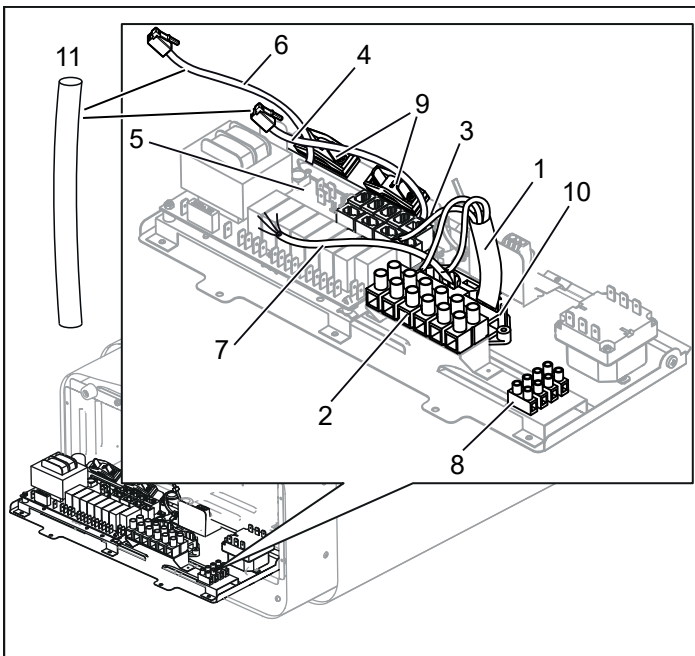
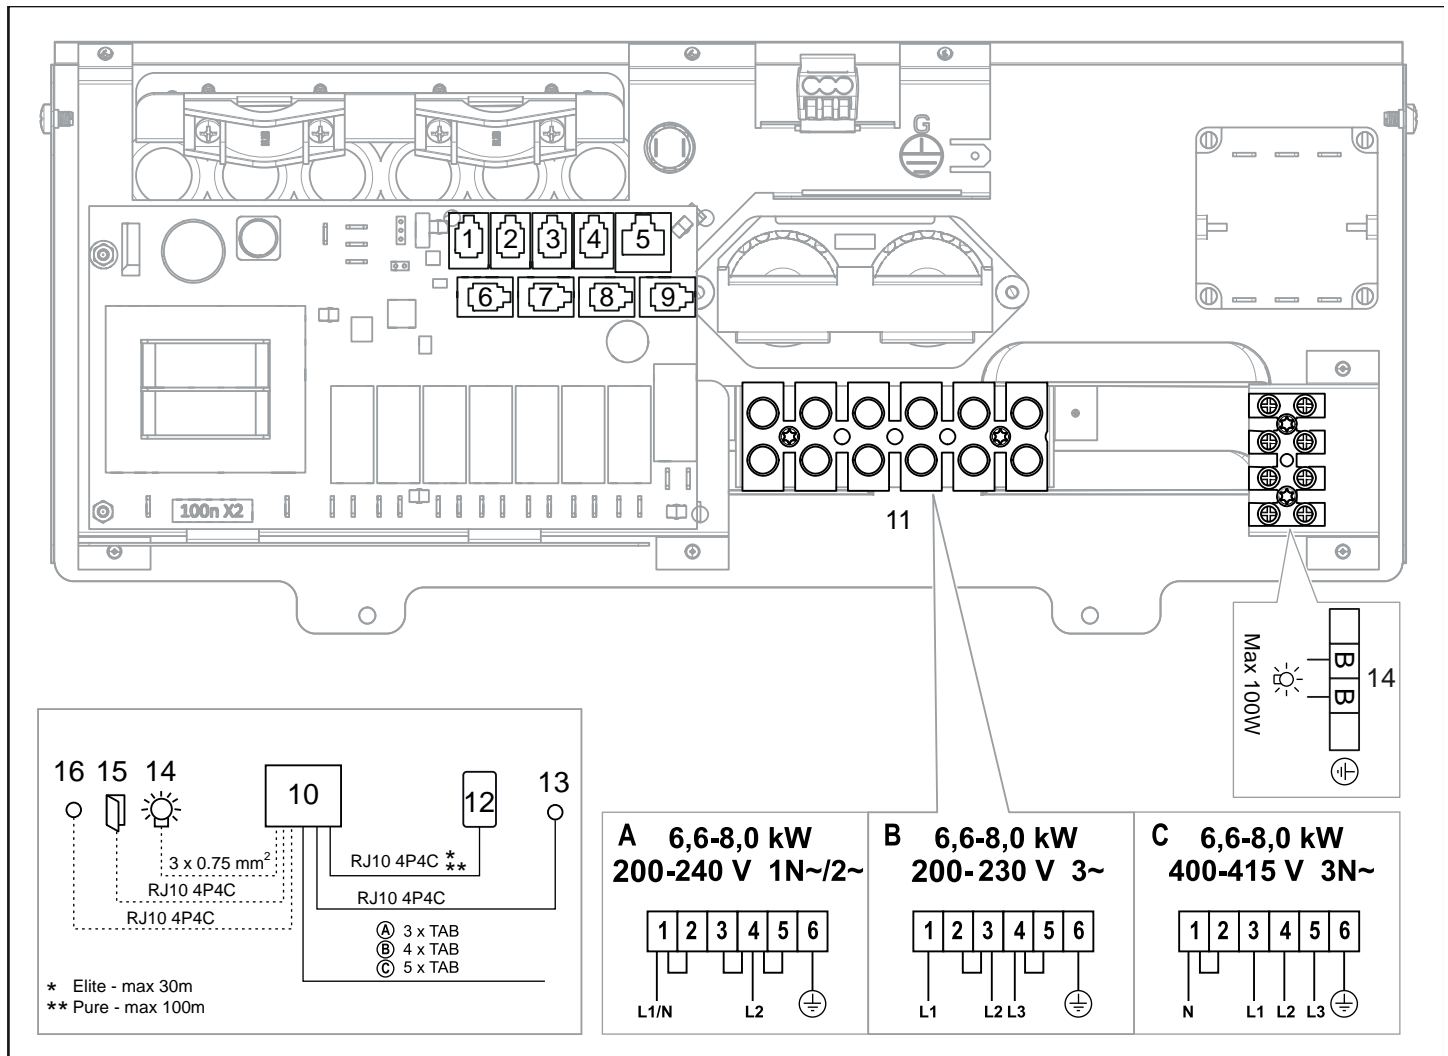

Figure 9 : Circuit imprimé
Figure 17 : Schéma de branchement
3. Raccordez le câble électrique (1) au bornier (2) (voir figure 9), en suivant le schéma de raccordement (voir la section Schéma de raccordement/branchement, page 31).
4. Acheminez les câbles du panneau de commande et de la sonde de température à travers les passe-câbles (3). Raccordez le câble du panneau de commande (4) à l'un des quatre connecteurs RS485 (positions 6-9) (voir figure 9), en suivant le schéma de raccordement (voir la section Schéma de raccordement/branchement).
5. Raccordez le câble de la sonde (6) au contact NTC sur le circuit imprimé (position 1) (5) conformément au schéma de raccordement (voir la section Schéma de raccordement/branchement, page 31).
6. Raccordez, le cas échéant, le câble de l'éclairage (7) (voir figure 9) au bornier (8) en suivant le schéma de raccordement (figure 17).
Pour un raccordement à d'autres tensions ou d'autres nombres de phases ne figurant pas sur le schéma de raccordement (figure 17), contactez le service de maintenance Tylö.